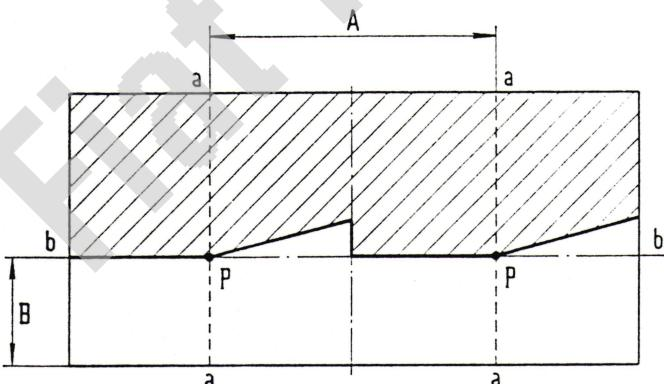

Abb. 86. - Einstellschema für die Scheinwerfer.
Gemäß Abb. 86 zeichnet man auf den Schirm zwei senkrechte Linien a-a mit dem Abstand A = 1245 mm gemäß dem Abstand der Scheinwerfermitteln. Diese Linien müssen einen gleichen Abstand von der Senkrechten am Schirm haben, die lotrecht zur Wagenlängsachse steht.
Dann wird die waagrechte Linie b-b in Höhe B vom Boden ab laut Abbildung 86 gezeichnet.
- die waagrechte Trennlinie zwischen dunklem und hellem Feld der Linie b-b entspricht (Abb. 86).